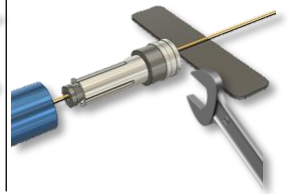

Fig. 5
- Drehen Sie die Mutter (H) soweit auf die Schraube im Adapter (A) das sich die Hülse (E) passend zum Lenkerinnendurchmesser spreizt. Ggf. halten Sie die Mutter mit einer Zange fest.
- Schieben Sie die Einheit in den Lenker (Fig. 5). Verwenden Sie das Werkzeug (T) oder einen 19 mm Maulschlüssel, um den Adapter im Lenker festzuziehen (Fig. 4). Die Hülse (E) spreizt sich im Lenkerrohr weiter und gewährleistet so den festen Sitz der kompletten Einheit. **ACHTUNG:** Ein klemmender Gasgriff beeinträchtigt die Fahrsicherheit.
7. Slide the assembly into the handlebar (Fig. 5). Use tool T or a 19 mm open-ended wrench to tighten the adapter in the handlebar (Fig. 4). The sleeve E expands further in the handlebar tube, thus ensuring that the entire unit is firmly seated. **ATTENTION:** A jammed throttle affects driving safety.
7. Faites glisser l'ensemble dans le guidon (Fig. 5). Utilisez l'outil T ou une clé à fourche de 19 mm pour serrer l'adaptateur dans le guidon (Fig. 4). Le manchon E s'écarte plus loin dans le tube du guidon, garantissant ainsi que l'unité complète est fermement installée. **ATTENTION:** un accélérateur bloqué affecte la sécurité de conduite.
8. Placez maintenant le rétroviseur d'extrémité de guidon (B) sur l'adaptateur (A). Tout d'abord, serrez légèrement les 2 vis sans tête (2x M5) et les 4 vis à six pans creux (4x M3). Déterminez la position du bras et du rétroviseur.